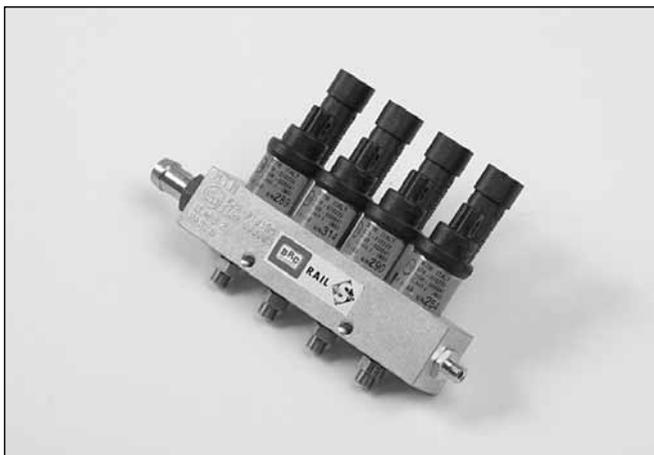

Fig. 19
- per iniettori BRC con uscita gas con raccordo filettato (fig. 18) o con raccordo portagomma (fig. 19),